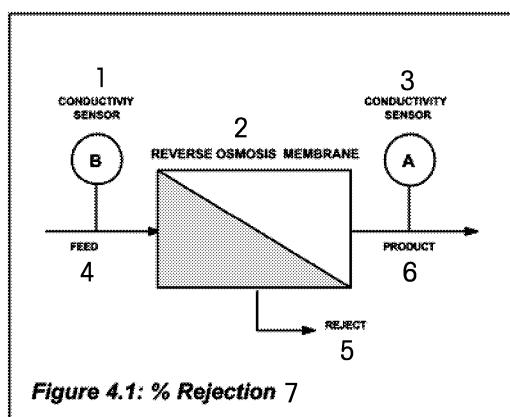

Figure 4.1: % Rejection 7
式中产品为第一传感器的电导率测量值而进水为第二传感器的电导率。图 4.1 示 -RO 装置的示意图, 此装置装有测废弃百分率的传感器。
- 7) 图 4.1: % 脱盐率